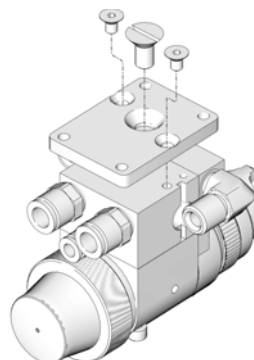

FIG. 5: Eftermonteret adapterplade
1. Monter adapterpladen på manifolden ved hjælp af de tre skruer, der følger med sættet (FIG. 5).